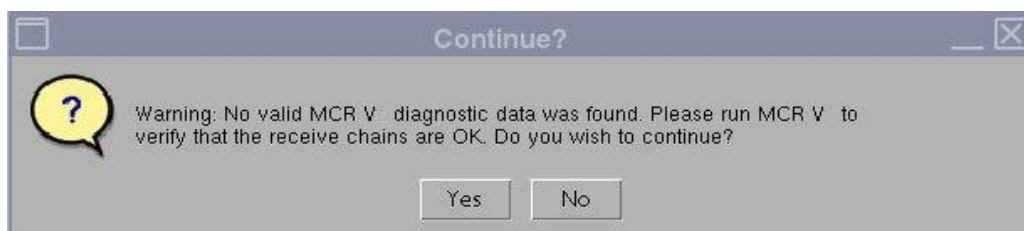

図 2
**注記** : [No valid MCR-V (or MCR2/3)] (無効な MCR-V (または MCR2/3)) 警告 (図 2) ポップアップが表示されたら、[Yes] (はい) を選択して、試験を続行します。お客様にシステムを引き渡す前に、MCR-V 診断を実行しなければなりません。